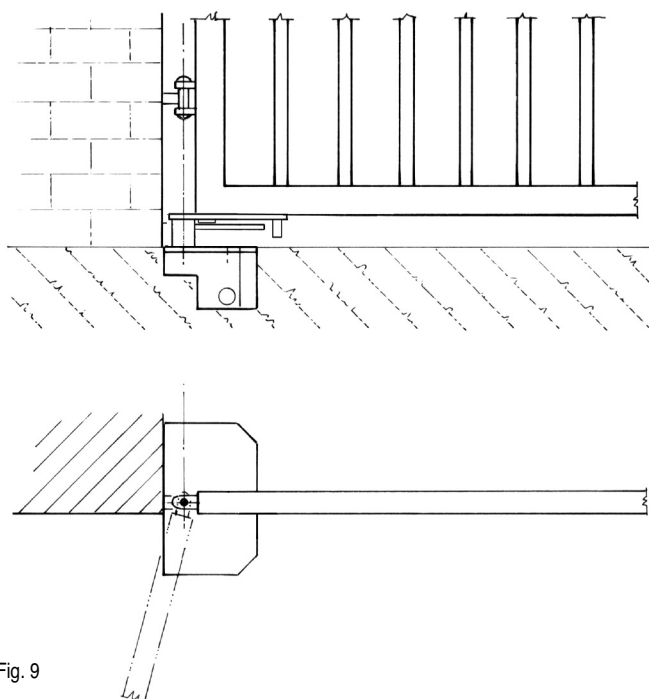

Fig. 9
N.B. In caso l'anta abbia un supporto portante a terra, l'installazione è possibile facendo fare la funzione di supporto al motore (vedi installazione Fig. 9 - 10).
N.B. En cas de barrière préexistante avec un support portant à terre, l'installation est possible et faisant exercer la fonction de support au moteur (voir installation Fig. 9 - 10).
N.B. Falls bereits ein Tor mit Träger am Boden existiert, ist die Installation möglich, indem die Trägerfunktion vom Motor übernommen wird (siehe Installation Abb. 9 - 10).